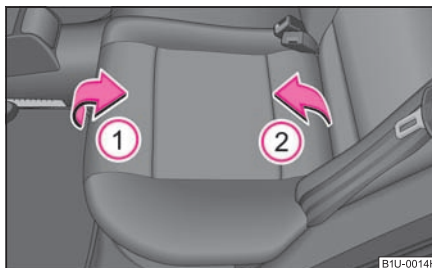

Fig. 59 Rabatarea în față a suprafeței de șezut
- Ridicați bancheta din spate în sensul săgeții ① și rabatați-o în față conform săgeții ② ⇒ pagina 60, fig. 59.